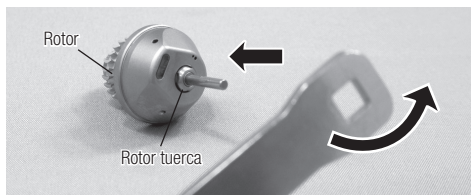

Fig. 18
- 2) Mantenga el rotor con dos dedos, como muestra la Fig.18. Aplique la llave en el tornillo del rotor situado en la parte de arriba del rotor y gírela en el sentido contrario de las agujas del reloj (puede utilizar ambos lados de la llave).